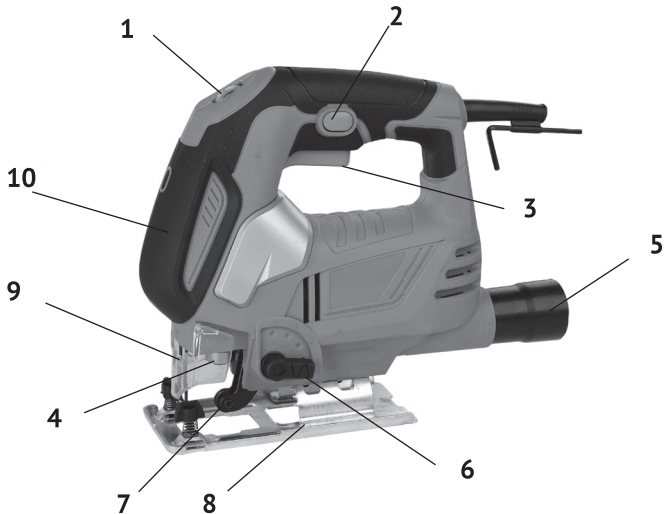

рис. 1
1.6 Общий вид лобзика представлен на рис.1
1.7 Коллекторный двигатель и приводной механизм лобзика расположены в пластиковом корпусе (рис.1 поз.10). Корпус, состоящий из двух половин (правой и левой), выполнен заодно с рукояткой, расположенной сверху. Крутящий момент с якоря электродвигателя, посредством встроенного механизма преобразуется в возвратно-поступательное движение верхней направляющей штока. На нижней направляющей штока расположен пилкодержатель (рис.1 поз.4), в который крепится пила. Лобзик имеет Т – образное крепление пилки (первая буква в маркировке пилки). Первая цифра в маркировке – длина пилки (Т1 – короткая, Т2 – средняя, Т3 – длинная). Цвет хвостовика (а чаще и всей пилки) указывает на материал обработки (серый – для дерева, синий – для металла, красный – для полимеров, чёрный – для других материалов).
В нижней части подошвы (рис.1 поз.8) находятся два винта, ослабляя эти винты, устанавливаем боковой наклон корпуса лобзика относительно подошвы (до 45° вправо или влево).
1.8 Клавиша выключателя (рис.1 поз.3) расположена в нижней части рукоятки. Включение лобзика осуществляется нажатием на клавишу выключателя указательным пальцем. Фиксация клавиши в рабочем положении, осуществляется кнопкой (рис.1 поз.2), расположенной слева на рукоятке. При повторном нажатии на клавишу, кнопка фиксации и клавиша (со щелчком) возвращается в исходное положение - выключено.
Сверху на рукоятке расположен диск регулятора скорости (рис.1 поз.1). С его помощью устанавливается необходимая скорость хода пильного полотна.
Слева, в нижней части корпуса находится переключатель режимов маятникового хода (рис.1 поз.6). Он имеет 4-и положения: «0» - вертикальное пиление, «1», «2» и «3» - всё более увеличивающееся отклонение от вертикали.
- ослабить шестигранным ключом (входит в комплект поставки) два винта, подняв вверх защитный кожух (рис.1 поз.9), с торца лобзика;
- вставить пилку (зубцами вперёд), так чтобы задняя часть полотна попала в паз направляющего ролика (рис.1 поз.7);
- для удаления пыли из зоны резания используйте пылесос, присоединив его к патрубку пылесборника (рис.1 поз.5);
При выборе скорости движения пильного полотна необходимо оценить материал заготовки. Чем твёрже распиливаемый материал, тем ниже скорость, устанавливаемая регулятором (рис.1 поз.1).